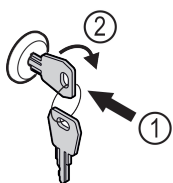

Fig. 177
- ▶ Sæt nøglen i Fig. 177 (1).
- ▶ Drej nøglen 90° med uret Fig. 177 (2).